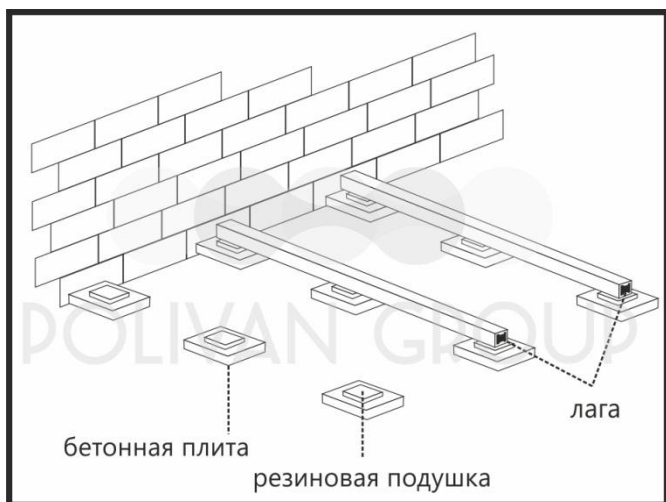

Рис. 1
**Природный грунт (почва) - неровная поверхность основания (рис. 1).** При недостаточно уплотненном основании следует выполнить соответствующую выемку грунта. Затем необходимо засыпать и вибрационно уплотнить слой щебня или минерального бетона, после чего насыпать постель из песка и гравия толщиной 3-5 см. Укладывать монтажные лаги на грунт, гравий или песок недопустимо, так как они должны иметь точечную опору. В качестве опор укладываются бетонные плиты размером мин. (300x300x40) мм. Расстояние между бетонными плитами, вдоль линии укладки лаг не должно превышать 300 мм, в том случае, если лаги используются из древесно-полимерного композита. Если лаги используются алюминиевые, расстояние может быть 500-700 мм, в зависимости от размера сечения лаги. На плиты лаги укладываются на резиновые подушки 100x100x5 мм, расположенные на каждой бетонной плите. Лаги крепятся к бетонной плите через резиновую подушку саморезами с помощью перфорированной металлической ленты.